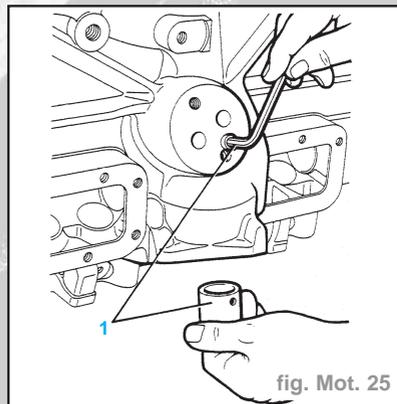

fig. Mot. 25
- A l'aide d'une clé Allen **6 mm**, déposer la vis à tête creuse (1) maintenant la bague de pignon à denture inclinée et retirer la bague (Fig. Mot. 25).